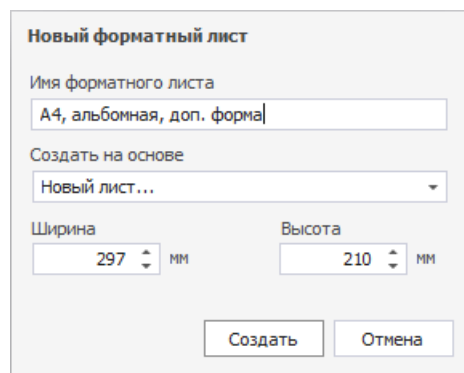

Рис. 64 Ввод имени нового шаблона
3. В окне «Новый форматный лист» в поле «Имя форматного листа» введите наименование для нового шаблона листа схемы, Рис. 64.